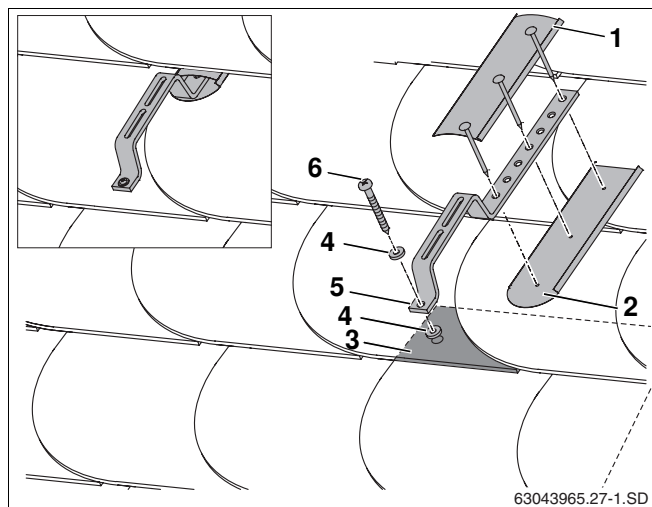

Fig. 26 Montage sur les toits de bardeaux / d'ardoises
L'exemple illustre le montage d'un crochet spécial et la couverture étanche à l'aide de tôles à mettre en place sur site (fig. 26, **pos. 1** et **2**) sur la base d'une toiture de bardeaux / d'ardoises.
- ▶ Monter les crochets spéciaux (fig. 26, **pos. 5**) et le joint (fig. 26, **pos. 4**) avec la vis (fig. 26, **pos. 6**) sur la toiture de bardeaux / d'ardoises.
- ▶ Pour pouvoir garantir un montage étanche, il est nécessaire de poser des éléments en tôle sur site au-dessus et en dessous des crochets spéciaux (fig. 26, **pos. 1, 2**).
Le crochet spécial doit reposer à l'avant sur une couverture multiple (fig. 26, **pos. 3**).